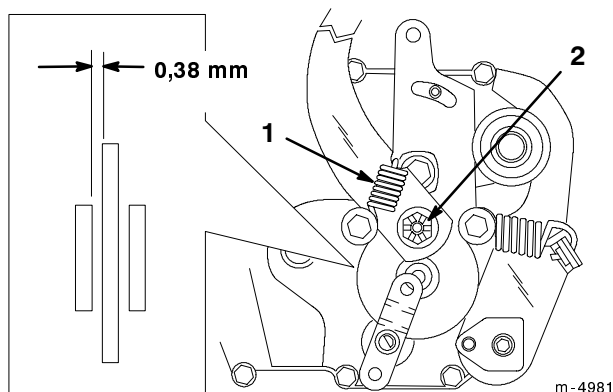

Figure 21
Le frein se trouve du côté droit de l'essieu arrière, à l'intérieur du pneu arrière (Fig. 21). Un réglage s'impose si le frein de stationnement n'est pas serré suffisamment.
2. Déposez le ressort du bras de frein (Fig. 21).
3. Enlevez la goupille fendue qui retient l'écrou de réglage du frein et desserrez légèrement l'écrou (Fig. 21).
4. Insérez une jauge d'épaisseur de 38 mm entre le disque de frein et la rondelle de frein (Fig. 21). Serrez l'écrou jusqu'à ce que vous sentiez une légère résistance sur la jauge d'épaisseur quand vous l'insérez et la ressortez.